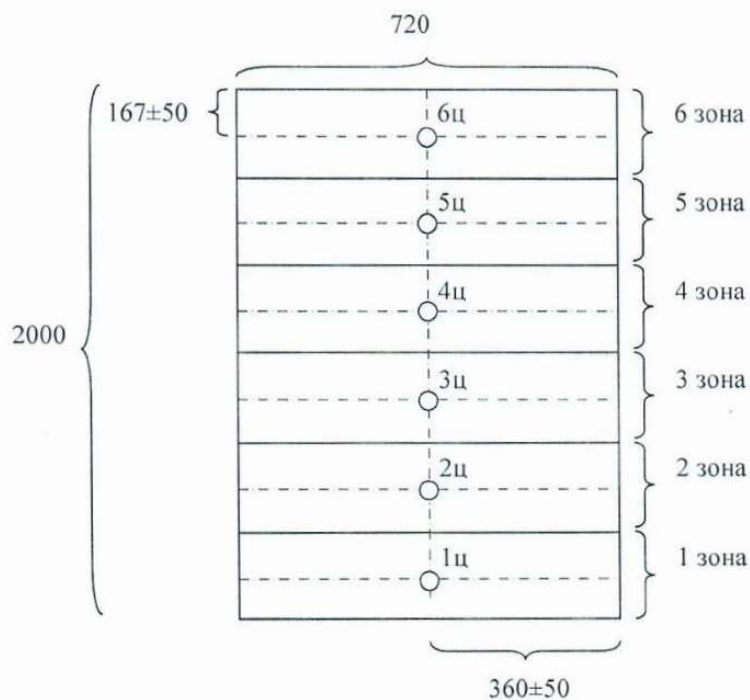

Рисунок 30 Места расположения предметов при проходе через рамку изделия
2.2 Металлически чистый сотрудник должен совершить проход через рамку изделия, располагая предмет поочередно в шести точках 6ц, 5ц и т.д. до 1ц (по рис.30).